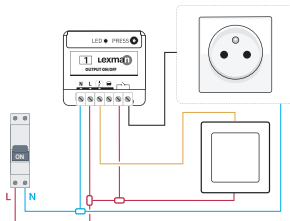

figura 3
3. Conecte o receptor ON/OFF de acordo com o esquema (figura 3).